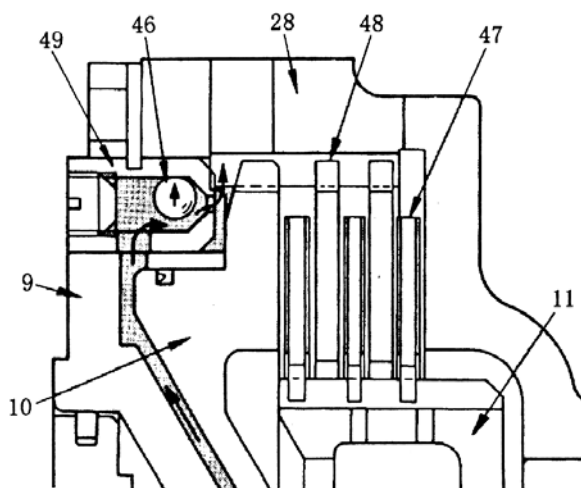

Рис. 5-21.
## (2) Выключение муфты (Рис. 5-21)